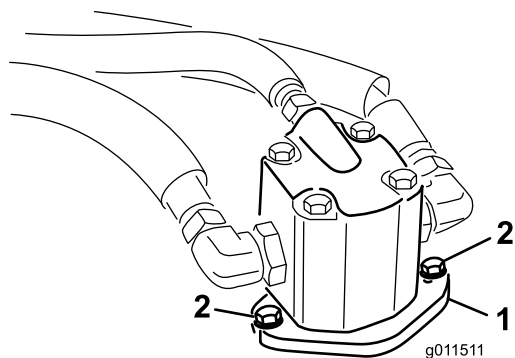

Figura 71
4. Togliete i bulloni che fissano il motore idraulico all'apparato di taglio (Figura 71). Togliete il motore e appoggiatelo sopra l'apparato di taglio.